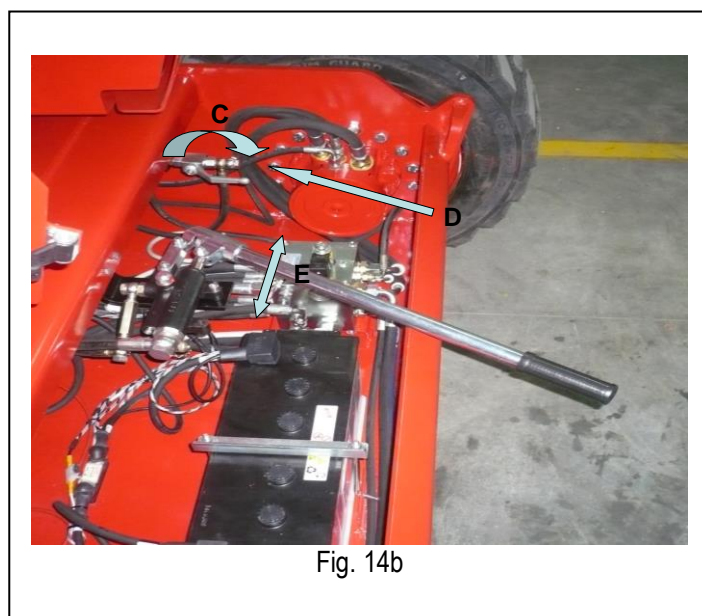

Fig. 14b
- 6) Tournez en sens horaire le levier de la vanne de déblocage du circuit de remorquage d'urgence (fig.14b lettre "C").
- 7) Actionnez le levier, en pompant, jusqu'à ce que le mouvement soit dur (fig.14b lettre "E").
- 10) Une fois le remorquage terminé, retirez le levier et le remettez dans son emplacement, remplacez le levier de la vanne de déblocage du circuit de remorquage d'urgence en position horizontale (position de départ) en l'actionnant en sens anti horaire (fig.14b lettre "D").